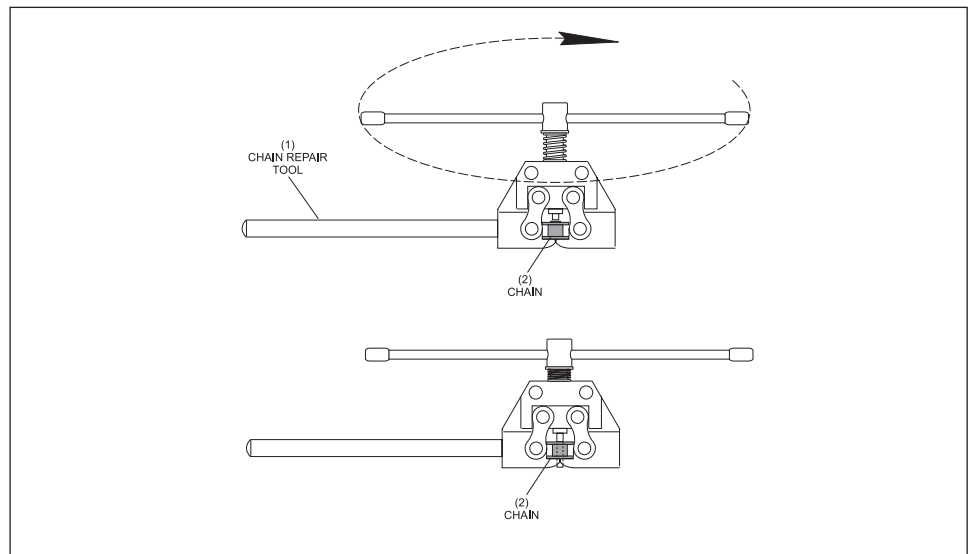

Abbildung 8-14. Kettenreparatur unter Verwendung eines Schraubstocks
2. Befestigen Sie das Kettenreparaturwerkzeug in einem Schraubstock (siehe *Abbildung 8-14*).